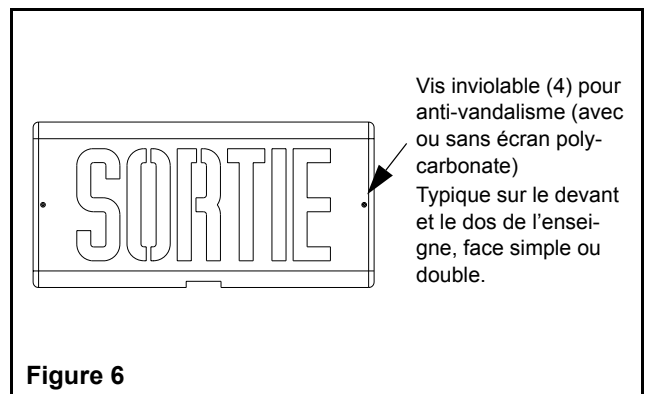

Figure 6
6. Pour les modèles avec l'option anti-vandalisme, se référer à la figure 6.